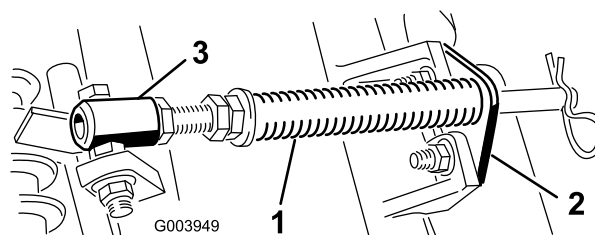

Figure 5
- A. Retirez les 2 boulons de carrosserie et les écrous de fixation du support de tige aux pattes du plateau de coupe (Figure 5).
- B. Retirez l'écrou à embase qui fixe le boulon du tube de ressort à la patte du bâti porteur (Figure 5) et déposez l'ensemble.